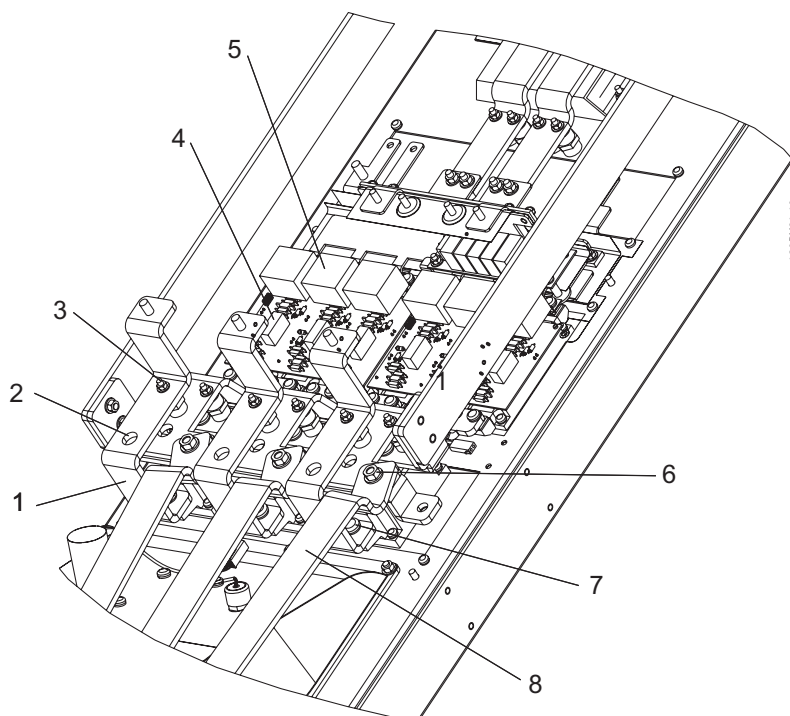

图 7.23: D2/D4 IGBT 模块（3 个中的第 1 个）
8. 拆下 IGBT 模块上部的 12 个固定螺钉 (每个模块 6 个)。这些螺钉还用于将缓冲电容器固定到 IGBT 模块上 (有关缓冲电容器的位置, 请参阅图 7-23 中的项目 5)。拆下缓冲电容器。